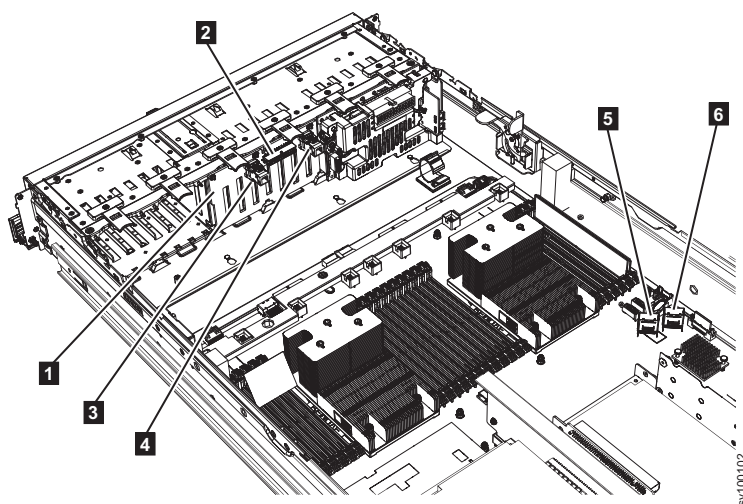

Figura 134. O Painel Traseiro da Unidade SATA e os Conectores do 2145-SV1
9. Desconecte todos os cabos do painel traseiro da unidade SATA. Figura 134 na página 167 mostra o local do painel traseiro e conectores da unidade SATA.